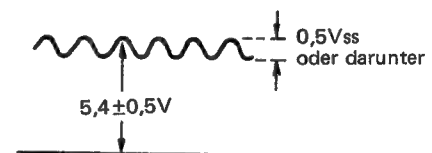

Abb. 8-10
2. AN, Stift 2 mit dem Oszilloskop (Selbsttriggerung) beobachten, sicherstellen, daß die in Abb. 8-10 gegebenen Anforderungen erfüllt werden.